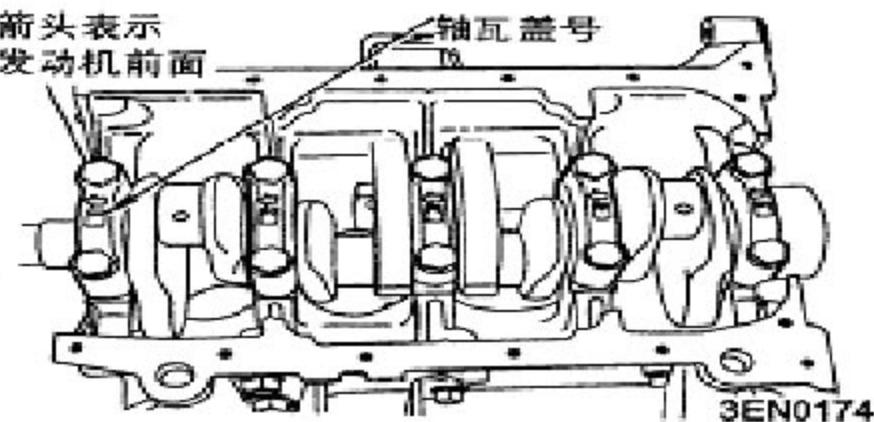

图 3-66
a). 如图 3-66, 在每个轴承盖的表面上有轴承盖号和一个箭头, 从正时皮带侧开始, 依号数次序安装轴承盖, 箭头必须指向正时皮带侧。